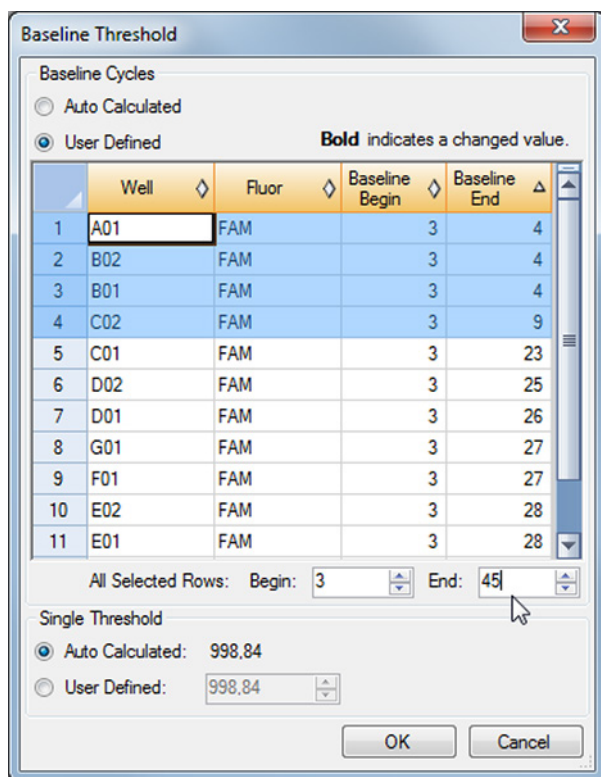

Figura 35: Cuadro de diálogo Baseline Threshold (umbral de línea de base)
3. En la barra de menú de la ventana **Data Analysis** (análisis de datos), haga clic en **Settings** → **Baseline Threshold...** (ajustes → umbral de línea de base...) para abrir el cuadro de diálogo **Baseline Threshold** (umbral de línea de base) (consulte la Figura 35).
5. Seleccione todas las líneas que muestren un valor de **Baseline End** (final de línea de base) de 1 a 9 (consulte la Figura 35).
6. Establezca el valor en el campo **End:** (final:) en 45 para las líneas seleccionadas (consulte la Figura 35).